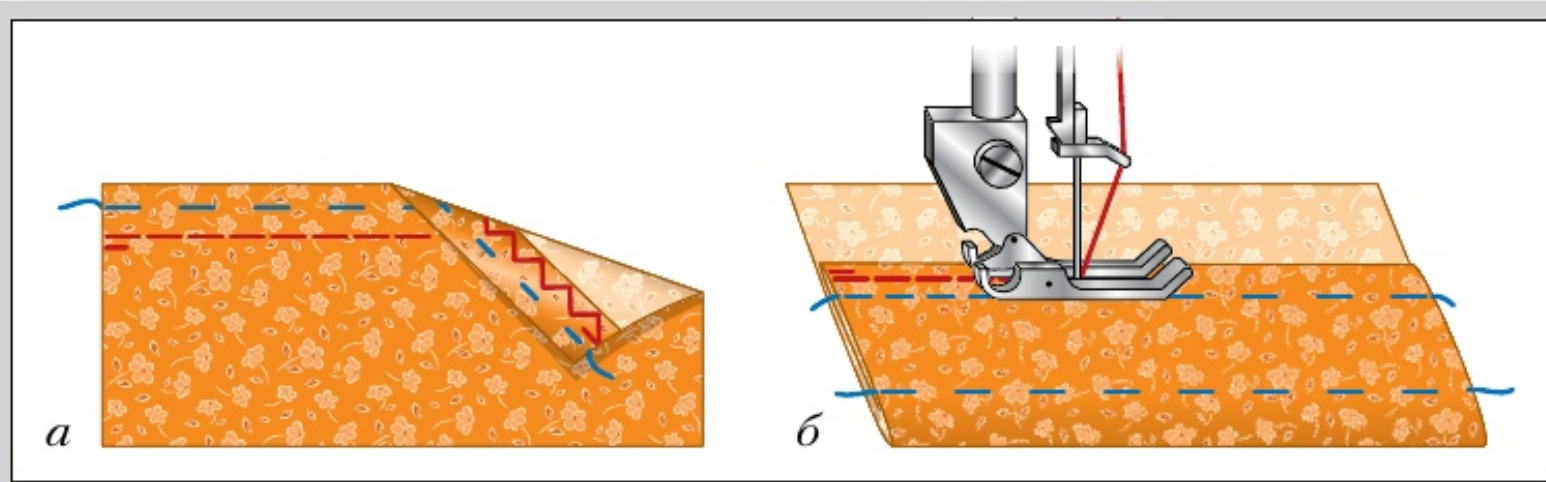

Рис. 101. Застрачивание: *а* — с открытым срезом; *б* — с закрытым обмётанным срезом
Застрачивают подогнутый край изделия машинной строчкой, закрепляя его в таком положении. Застрочить можно с изнаночной стороны (по подгибке) в край, то есть на расстоянии 1–2 мм от внутреннего сгиба (рис. 101, *а*). Машинную строчку можно проложить с лицевой стороны на нужном расстоянии от внешнего сгиба (рис. 101, *б*).
- выполните шов вподгибку с открытым срезом, для этого проложите машинную строчку с лицевой стороны детали «Образец швов» на расстоянии 7 мм от сгиба (на ширину лапки) (см. рис. 101, б);
- выполните шов вподгибку с закрытым срезом, для этого проложите машинную строчку с изнаночной стороны на расстоянии 1—2 мм от внутреннего сгиба (см. рис. 101, а).